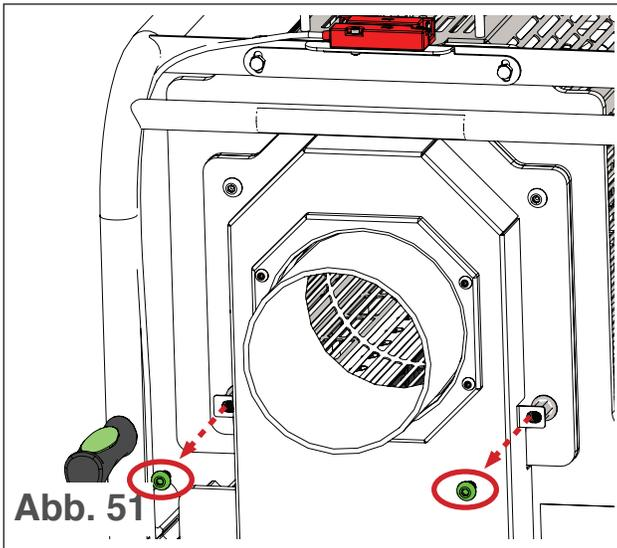

Abb. 51
3. Entfernen Sie die Riemenabdeckungsschrauben (siehe Abb. 51).